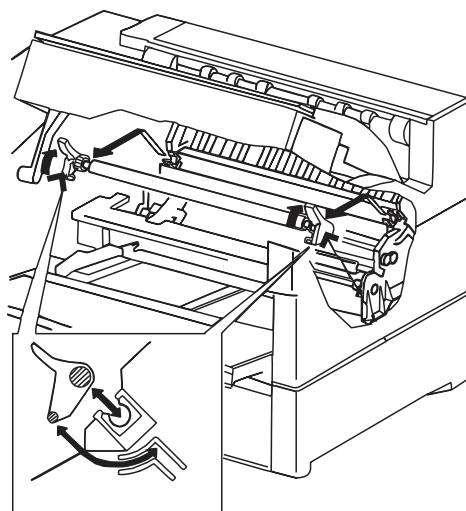

Fig. 6.2 Rullo di trasferimento
3. Rimuovere il rullo afferrandolo dalle estremità metalliche su entrambi i lati e sollevandolo verso l'alto (fig. 6.2).